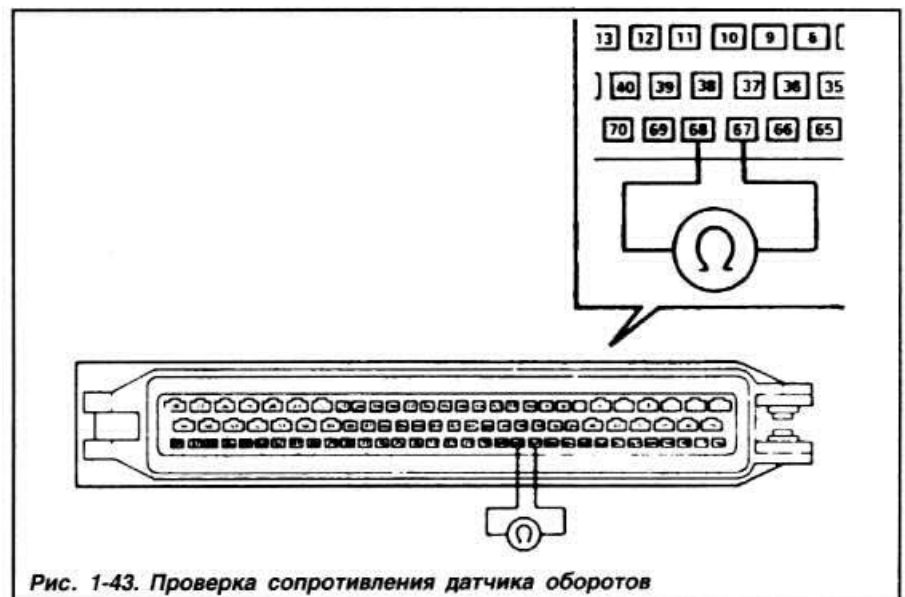

Рис. 1-43. Проверка сопротивления датчика оборотов
- Выключить зажигание, разъединить разъем контроллера, присоединить омметр к выводам «67» и «68» соединительной колодки контроллера (рис. 1-43) и проверить сопротивление по омметру, которое должно быть в пределах 485-595 Ом.